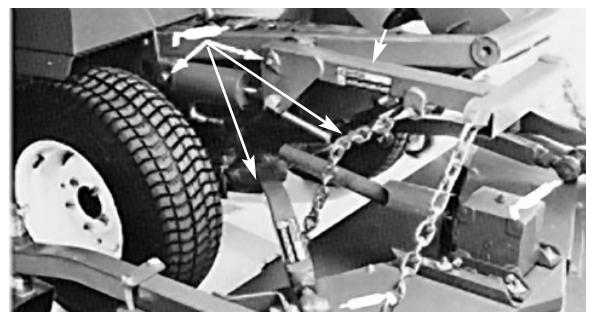
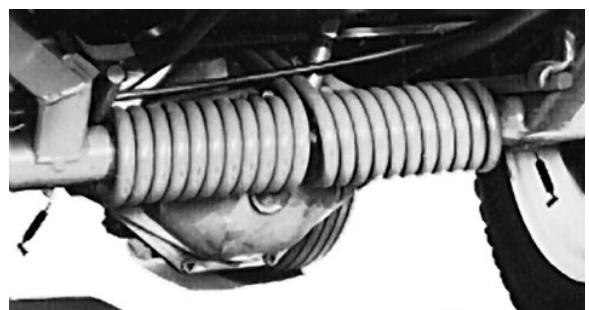

Bild 14
Bild 15
1. Fetten Sie die folgenden Lager und Buchsen der Zugmaschine ein: Zapfwelle und Jochs (Bild 14); Hubgestänge (Bild 14); Schubarm-Kugelgelenke rechts und links (Bild 14); Schubgestängebuchsen (Bild 15); Zapfwellenzapfen-Gehäuseblocks